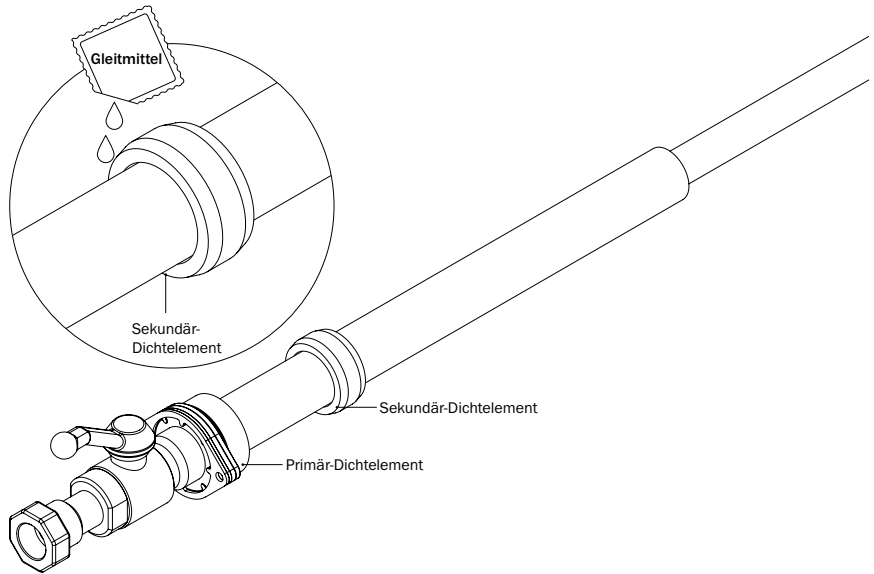

Abbildung 5.6: Sekundär-Dichtelement vollständig mit Gleitmittel einschmieren
- Das Sekundär-Dichtelement mit dem mitgelieferten Gleitmittel vollständig einschmieren (s. Abbildung 5.6).